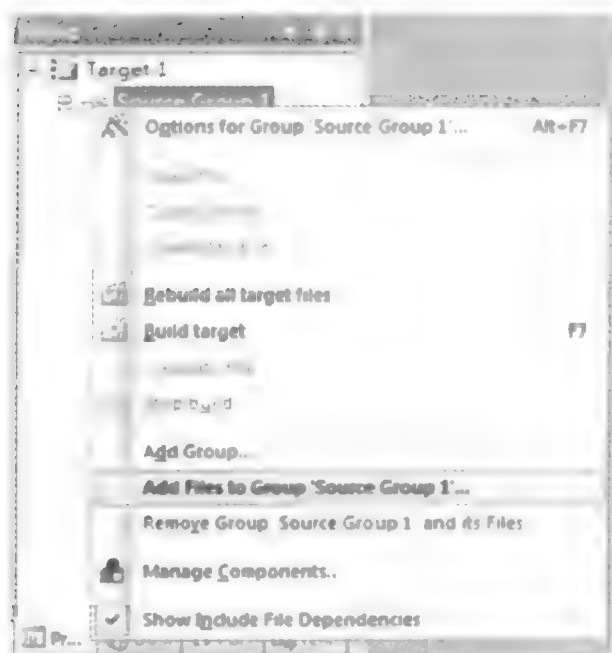

图 5.2.4 添加代码菜单
(4) 工程建立完毕后,需要将源文件添加到工程中。在 Keil 界面左侧的 Project 区域,右击 Srouce Group1,选择 Add Files to ‘Source Group 1’,如图 5.2.4 所示。